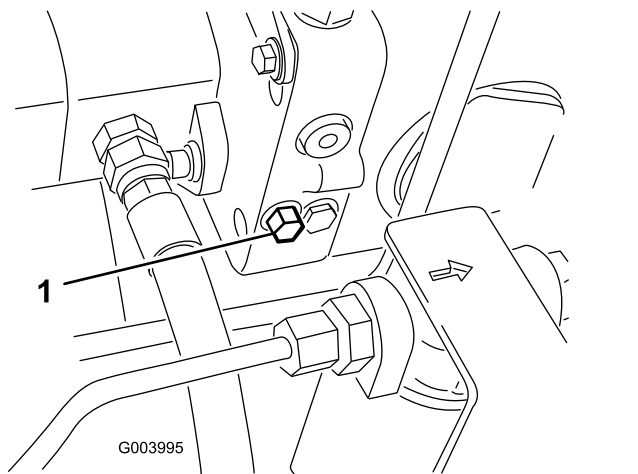

Figura 34
1. Rode o parafuso da válvula de derivação 1-1/2 voltas para abrir para permitir a passagem do óleo internamente (Figura 34).